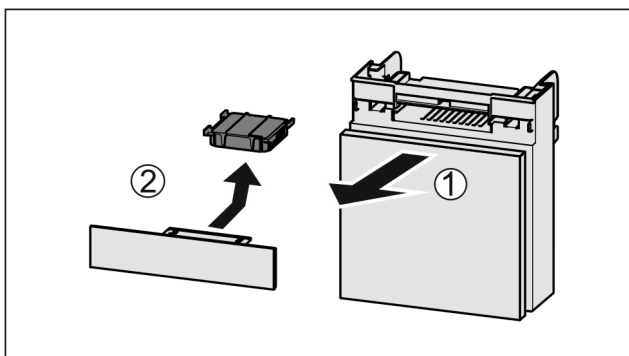

Fig. 89
- ▶ Estrarre il vano tirando in avanti Fig. 89 (1).
- ▶ Rimuovere il filtro a carboni attivi Fig. 89 (2).